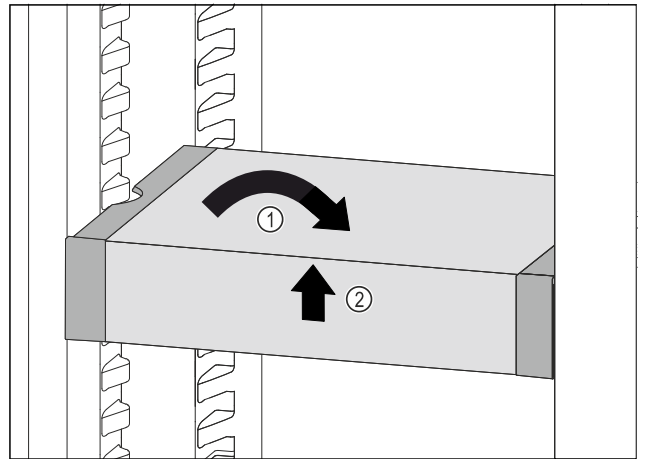

Fig. 134
- ▶ Poziționați drept VarioSafe. Fig. 134 (1)
- ▶ Ridicați în față VarioSafe. Fig. 134 (2)